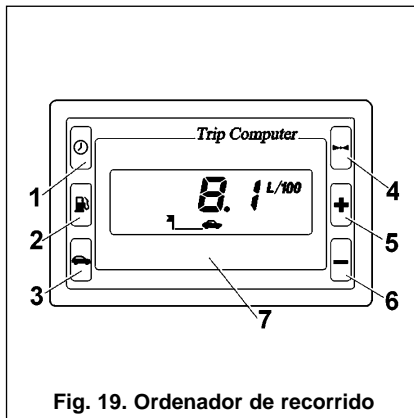

Fig. 19. Ordenador de recorrido
En una parte de los automóviles en vez del reloj se monta el ordenador de recorrido (CR) vease fig. 19. El CR tiene 15 funciones compuestas de 3 grupos (ver tabla 1). La selección del grupo se hace con los botones 1,2 y 3. Cada grupo tiene las funciones principales y adicionales. Las principales van elegidos usando los botones 1,2 y 3. Las funciones adicionales - con el botón 5. Con encendido desconectado el ordenador se halla siempre en régimen de «Tiempo corriente».